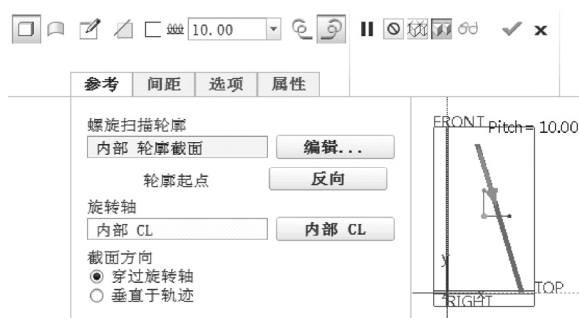

图 4-127 设置截面方向和螺距
5) 在“螺旋扫描”选项卡的“参考”面板中, 从“截面方向”选项组中选择“穿过旋转轴”单选按钮, 并在“螺旋扫描”选项卡中的 旁的框中输入间距值 (螺距) “10”, 如图 4-127 所示。